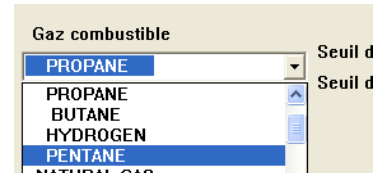

Figura 40: programação de gases combustíveis.
- Escolha outro gás na lista e clique em *Programming combustible gas* (*Programação de gases combustíveis*) (Figura 40: programação de gases combustíveis).